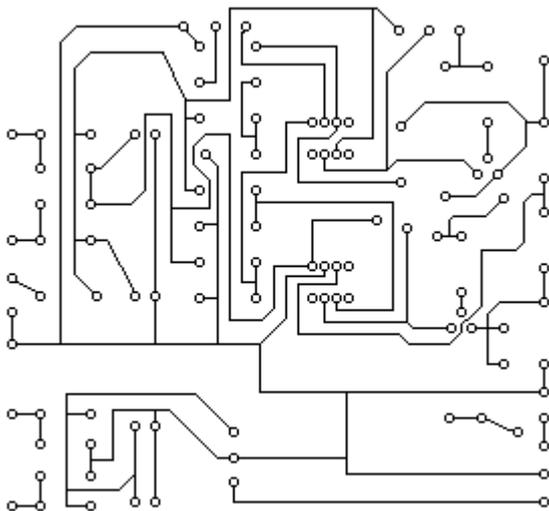

Figura 2 – Papel vegetal de cima: Apenas os PADS e trilhas (já elaboradas)
- No vegetal de cima, desenhe as trilhas ou ligações entre os Pads de acordo com o seu projeto (Figura 2);
- Apenas o papel vegetal com as trilhas e PADs (**Figura 2**), **será usado para a confecção da PCI**;
- Coloque um carbono sobre o cobre e o papel vegetal da Figura 2 sobre o carbono. Em seguida refaça todos os traços sobre o papel vegetal (na verdade, nas costas do papel vegetal). Ao final, deverá ser reproduzida a figura 2 sobre o cobre;